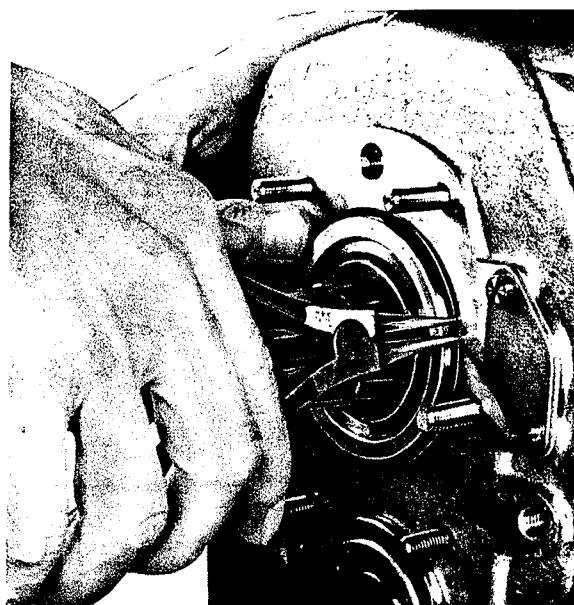
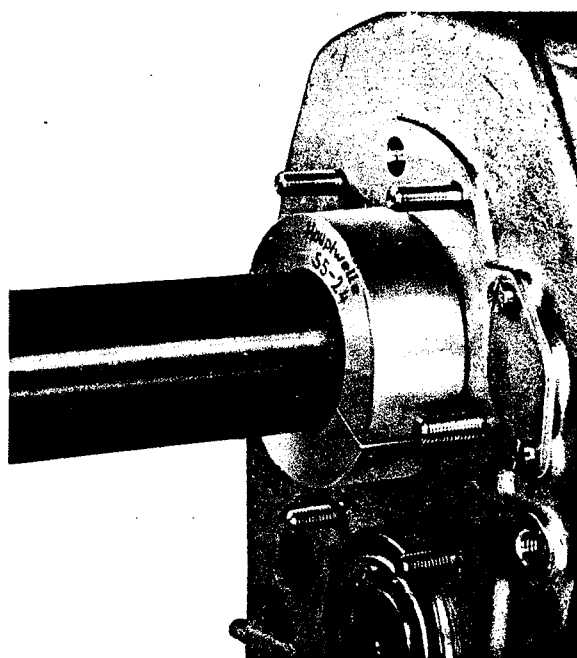

Fig. 4
Fig. 5
- 4.3 Déposer la vis sans fin du tachymètre (432). Dégager le jonc d'arrêt (431) de la rainure du roulement à billes (fig. 4). Enlever le roulement à billes (430) à l'aide des outils spéciaux „4" et „5" (fig. 5).